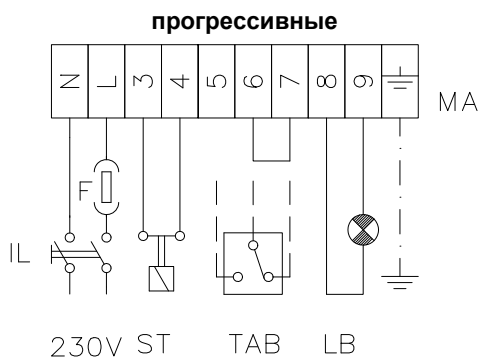

Рис. 10
9 Давление питания форсунки уже отрегулировано заранее на заводе-изготовителе и не должно изменяться. Только в случае необходимости, отрегулировать давление питания (см. соответствующий параграф) следующим образом: установить манометр в положение, указанное на Рис. 14, воздействовать на регулировочный винт **VR** насоса (см. Рис. 13) до получения на форсунке давления в 20 бар (форсунки Vergonzo - см. график на Рис. 10);
- 16 Сместить **кулачок III** (малое пламя) в сторону минимальной мощности, с тем, чтобы сервопривод начал закрываться, до тех пор, пока два подшипничка не совместятся с регулировочным винтом, относящимся к самой низкой точке: закручивать винт **V** для увеличения расхода, откручивать - для уменьшения, с целью получения значения давления, как на графике на Рис. 10, на основании требуемого расхода.